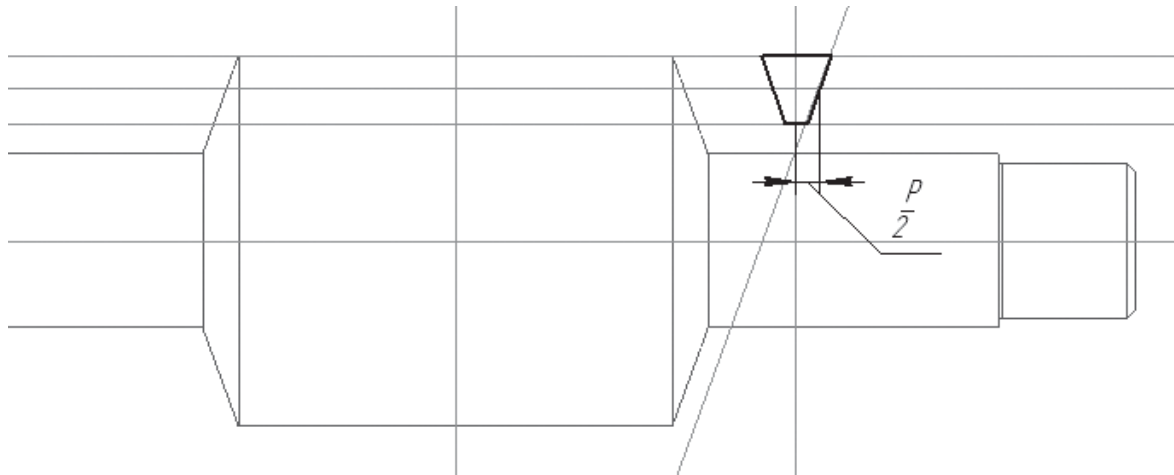

Рисунок 4.2 – Ескіз вирізу між витками черв'яка
3. Побудуйте допоміжну лінію, що перетинає горизонтальну пряму, яка позначає ділильний діаметр. Цю лінію потрібно створити в точці, яка лежить лівіше на 6,28 мм ($P/4$) від лінії симетрії вирізу між витками, і нахилити під кутом 70° до горизонталі (див. рис. 4.2). Для цього необхідно скористатися командою *Допоміжна пряма* панелі *Геометрія*, заздалегідь створивши на ділильному діаметрі точку, через яку повинна пройти пряма. Зсув допоміжної точки визначаємо виходячи з того, що відстань уздовж осі черв'яка між точками перетину ділильного циліндра і поверхонь вирізу між витками дорівнює половині кроку витків. Звідси відстань до точки, через яку повинна пройти пряма, що позначає контур вирізу, до лінії симетрії рівна $P/4$.